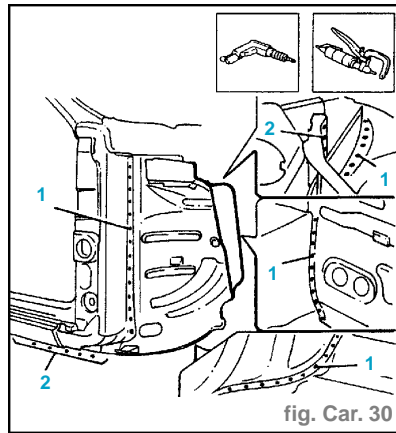
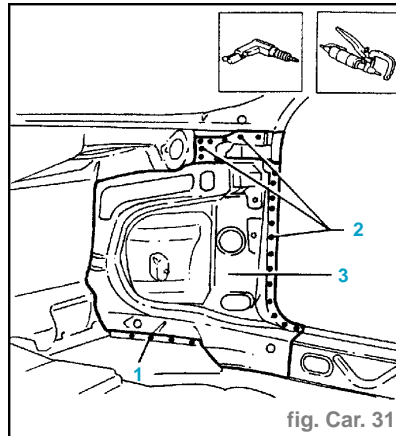

fig. Car. 30
fig. Car. 31
- Section de découpage représentant le point le plus significatif afin de permettre à l'opérateur de régler la position et la profondeur du découpage de manière à ne pas endommager les tôles qui se trouvent au-dessous (2).
- Enlever les rognures du côté antérieur (3).
- Utiliser la foreuse et enlever les points de soudure (1) (fig. Car. 30).
- Utiliser l'émoissante et enlever les points de soudure (2).
- Utiliser la foreuse et enlever les points de soudure (1) (fig. Car. 31).